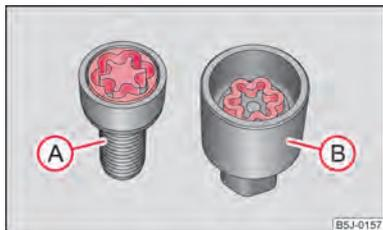

Fig. 140 Figura: Tornillo de seguridad para ruedas con adaptador
- Introduzca el adaptador (B) con el lado dentado en el dentado interior de la cabeza del tornillo de seguridad de la rueda (A) ⇒ **fig. 140**.
- Calar la llave de rueda hasta el tope en el adaptador (B).